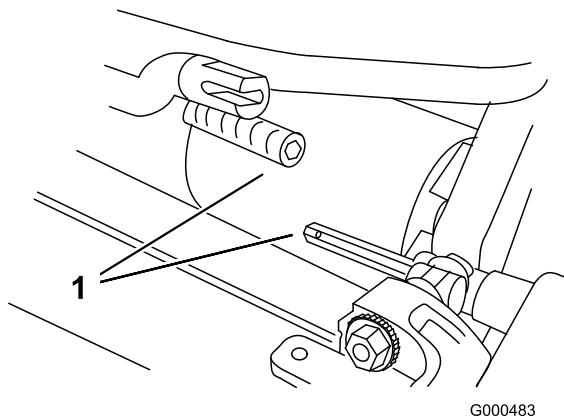

Bild 9
3. Schieben Sie die Schneideinheit unter die Zugmaschine und dann nach links, um die Getriebekupplung einzukuppeln (Bild 9).